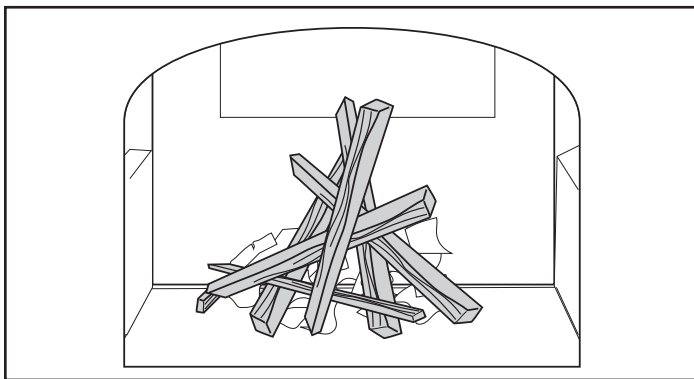

Figure 5.4 – Allumer le feu à l'aide de feuilles de papier et de petit bois sec.
2. Mettez plusieurs feuilles de journal froissées dans le poêle. Mettez six ou huit morceaux de petit bois sec d'une épaisseur d'un doigt sur le papier. Sur le petit bois, mettez deux ou trois morceaux plus gros de bois sec d'un diamètre de 25 à 51 mm (1 à 2 po) (figure 5.4).